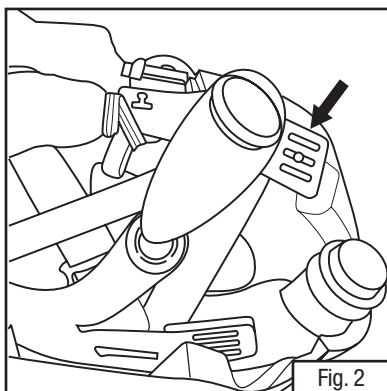

Fig. 2
- La banda de suspensión para la cabeza puede ajustarse en cuatro ubicaciones. Hay dos ubicaciones de ajuste en la parte posterior de los cascos de protección y dos en la parte frontal. Para cambiar la posición de la banda para la cabeza, tire de la ranura de ajuste de altura de la clavija y reposiciónela en otra ranura de la “escalera” (Fig. 2). Cada ubicación puede ajustarse de forma independiente para un ajuste personalizado.